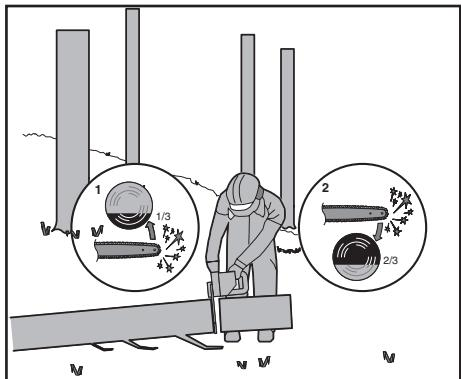

Figura.4
Tronco apoyado en un extremo, Haga el primer corte del lado inferior del tronco, atravesé 1/3 del diámetro del tronco (1). Este corte impedirá la producción de astillas en esta sección al completarse el corte (2). Figura. 4)